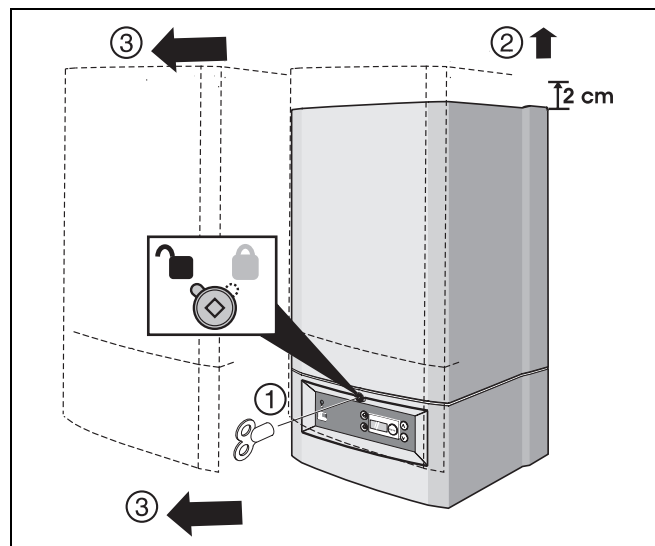

Рис. 42 Удаление кожуха
- Удалить кожух прибора (рис. 42).